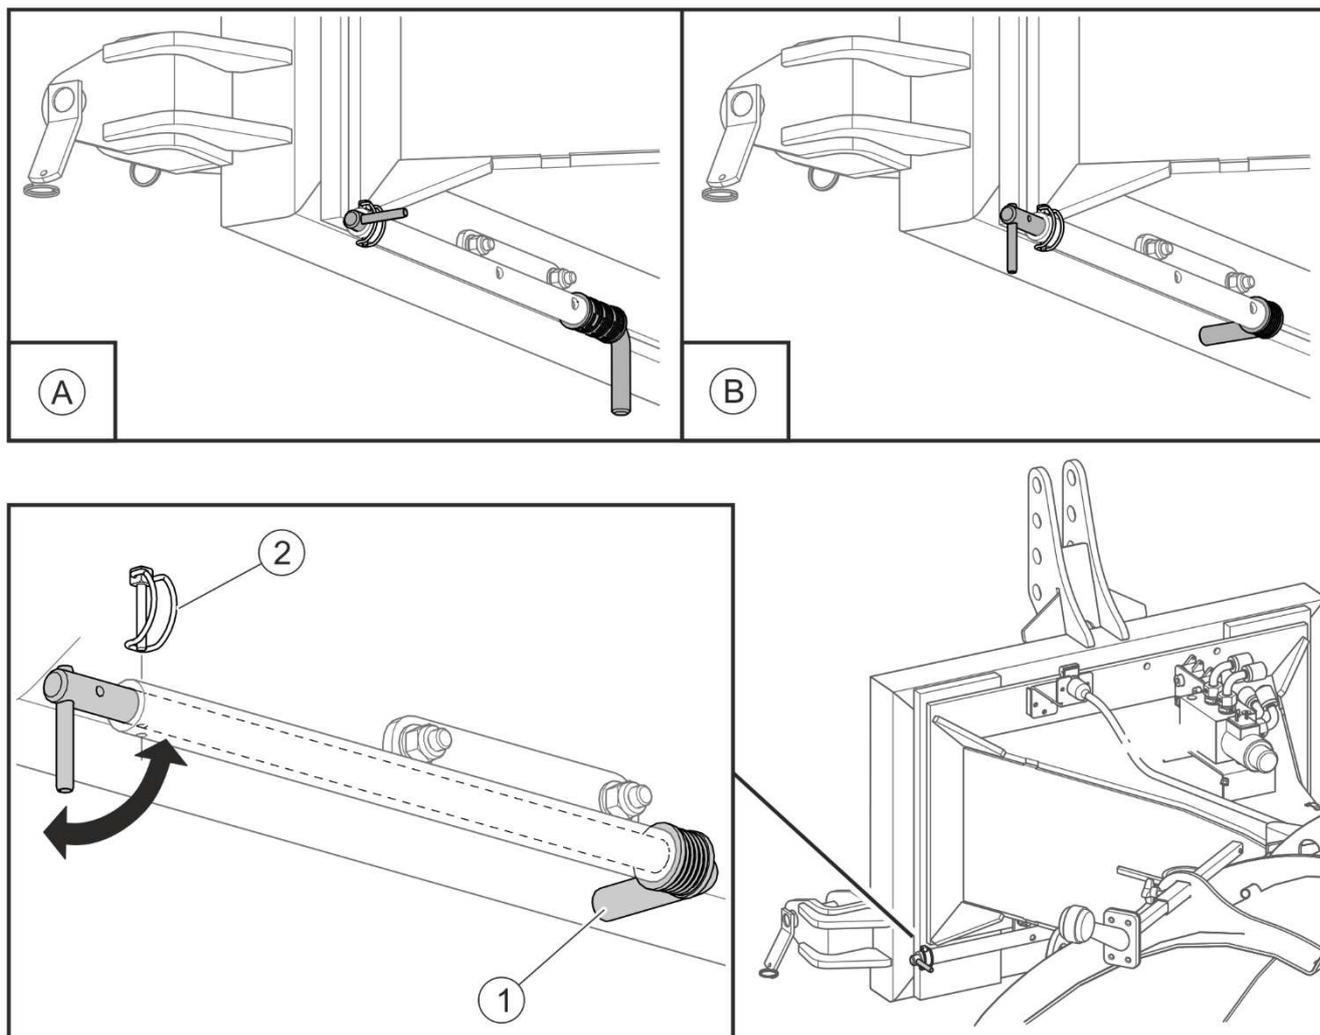

РИСУНОК 4.12 Блокировка системы навески от опускания
- заблокировать систему навески снегоотвала от опускания (РИСУНОК 4.12) - если это необходимо,
- быстроразъемные соединения гидропроводов (1) предохранить от загрязнения, вставить в специальные гнезда (2) на раме снегоотвала,
Для облегчения дальнейшего агрегирования снегоотвала с транспортным средством, оснащенным передней трехточечной системой навески, можно использовать блокировку (РИСУНОК 4.12), препятствующую опусканию системы навески снегоотвала.
Для облегчения агрегирования машины, навешенной на переднюю трехточечную систему навески транспортного средства, перед опусканием снегоотвала на убираемую поверхность можно установить блокировку системы навески в положение (B). Во время работы снегоотвалом блокада (РИСУНОК 4.12) должна находиться в положении (A).